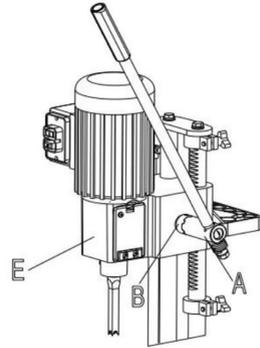

Fig. 3
2. Hj insticksmaskinens huvud (E) Fig. 3, till upptlge genom att vrida handtaget (A) medurs. OBS: Handtaget (A) r fjderbelastat och kan flyttas av dra ut handtaget och placera det p pinjongaxeln (B).